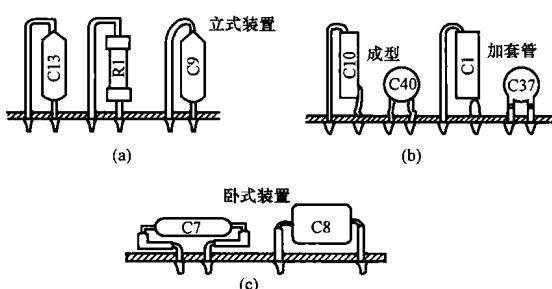
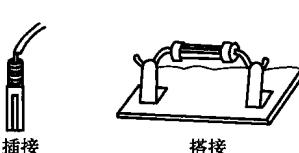
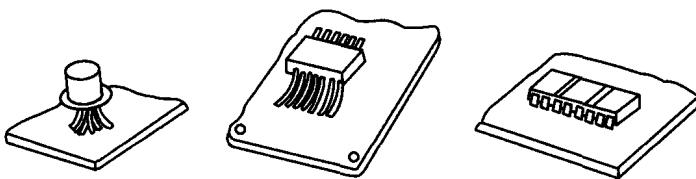

图1-8 阻容元件装置
图1-9 小功率晶体管装置
图 1-10 集成电路装置
(2) 印制电路板。在印制电路板上装置的元件一般有阻容元件、晶体二极管、晶体三极管、集成电路等。图1-8为阻容元件装置。图1-9为小功率晶体管装置。图1-10为集成电路装置。